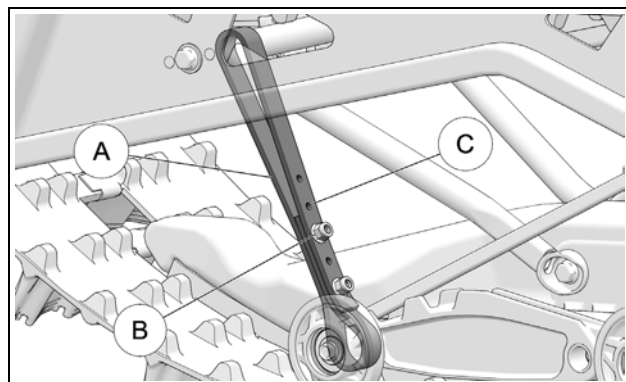

Figure 38
Vérifier si la courroie d'arrêt de la suspension (A) ne montre pas d'usure ou de dégradation anormale sur toute sa longueur. Vérifier que les boulons (B) sont fixés solidement et que les trous (C) dans la courroie ne se déforment pas. Remplacer la pièce si elle montre des défauts. Figure 38.